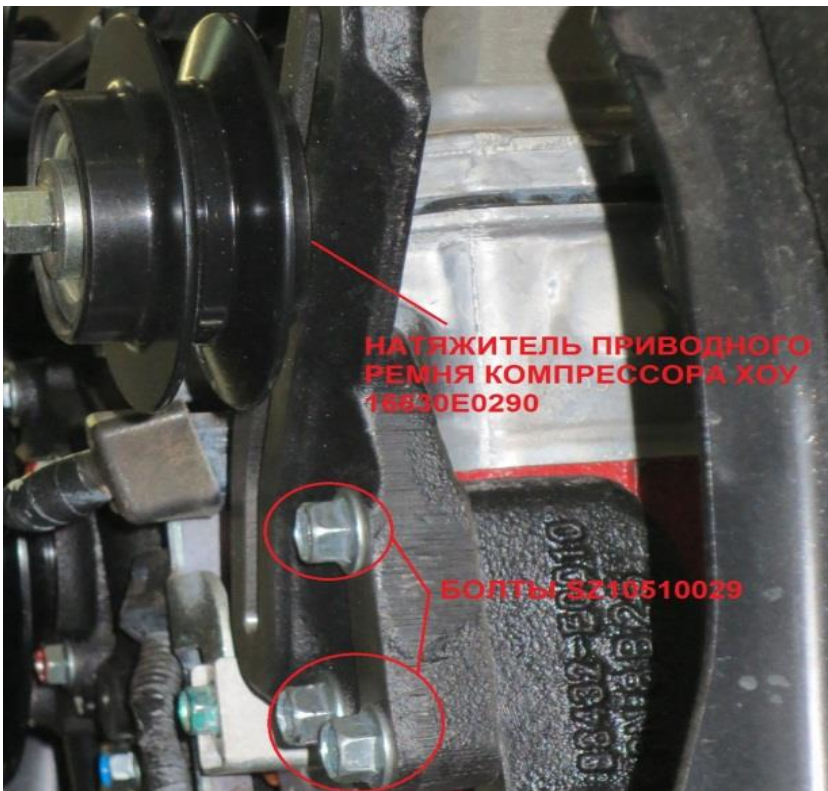

рис. 8
8. Установить натяжитель ремня привода компрессора ХОУ (16630E0290), используя болты (SZ10510029, 3шт.). Момент затяжки 68,5 Н·м. (рис. 8)